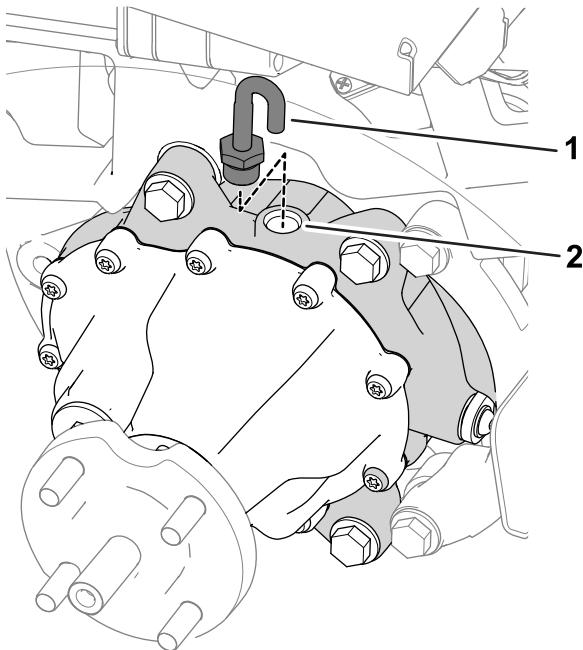

Figura 67
7. Retire la manguera de ventilación y el acoplamiento de la parte superior de la caja de engranajes (Figura 67).
9. Instale la manguera de ventilación y el acoplamiento en el orificio de llenado (Figura 67).